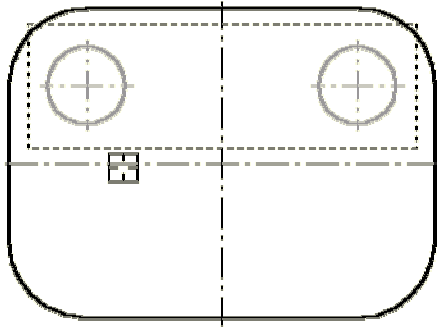

Рис. 1.16.
20. Перервіть роботу команди **Симетрія**  і за допомогою команди **Вибір об'єкта**  виділіть обидва верхні отвори (рис. 1.16).